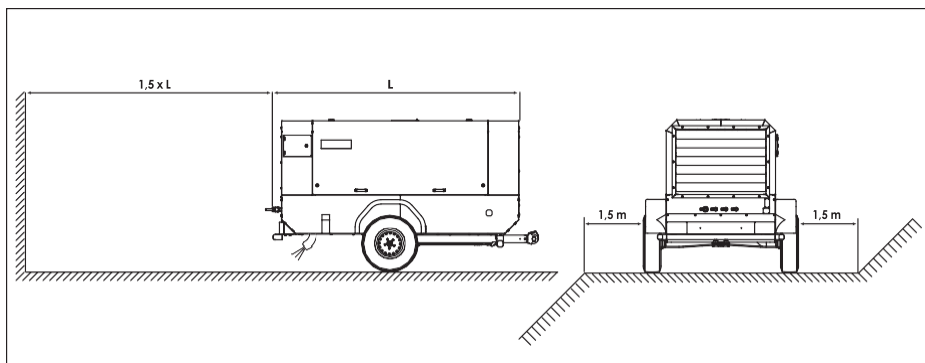

Рис. 3.2.2
При парковке компрессора зафиксируйте опорную ногу в вертикальном положении. Располагайте компрессор в максимально ровном положении, как показано на рис. 3.2.2. Допускается наклон компрессора при работе на короткое время на угол не более 15 градусов.
2. Расположите компрессор на ровном участке как показано на Рис. 3.2.2 и надёжно заблокируйте колёса с помощью противооткатных башмаков.